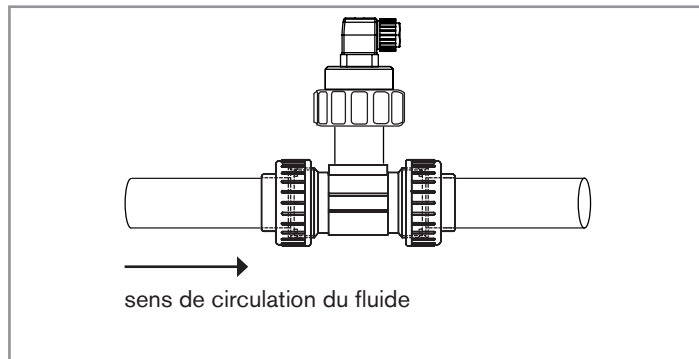
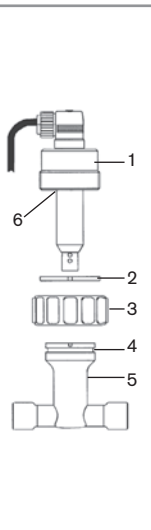

Fig. 3 : Position de montage de l'ensemble raccord-appareil dans le tuyau
Fig. 4 : Installation du 8220 sur le raccord S020
L'appareil s'installe sur une canalisation à l'aide d'un raccord type S020 (voir Fig. 3 et Fig. 4).
- Installer le raccord (repère 5) sur le tuyau selon les instructions du manuel d'utilisation du raccord utilisé et selon la Fig. 3.